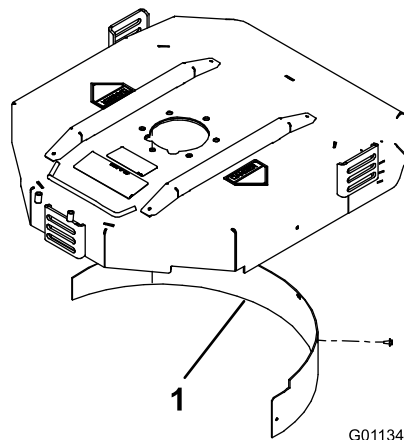

Figure 8
2. Montez le déflecteur de mulching dans l'ouverture arrière et fixez-le avec 5 boulons à embase (Figure 8).